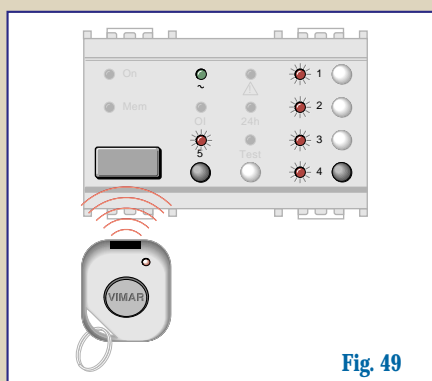

Fig. 49
- Confermare l'operazione ritrasmettendo un segnale con il telecomando a raggi infrarossi rivolto verso il ricevitore della centrale. La centrale conferma con un lampeggio dei 5 led di zona che l'operazione è avvenuta (Fig. 49).